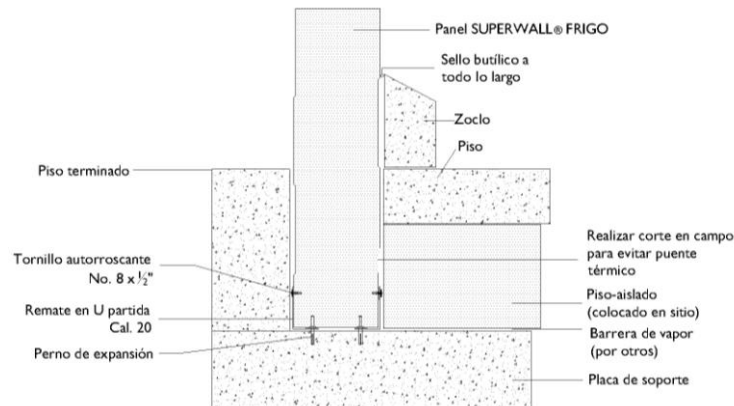

Fig. 6
- 4.3.9** En el caso en que los paneles sean producidos con una película transparente autoadhesiva, ésta debe que ser removida en tierra antes de la primera instalación, pero solo en la parte donde el panel va a estar a la intemperie ya que es recomendable dejare esta película para el colado del concreto y así evitar que la lamina se dañe por el contacto directo del concreto. (Fig. 6)